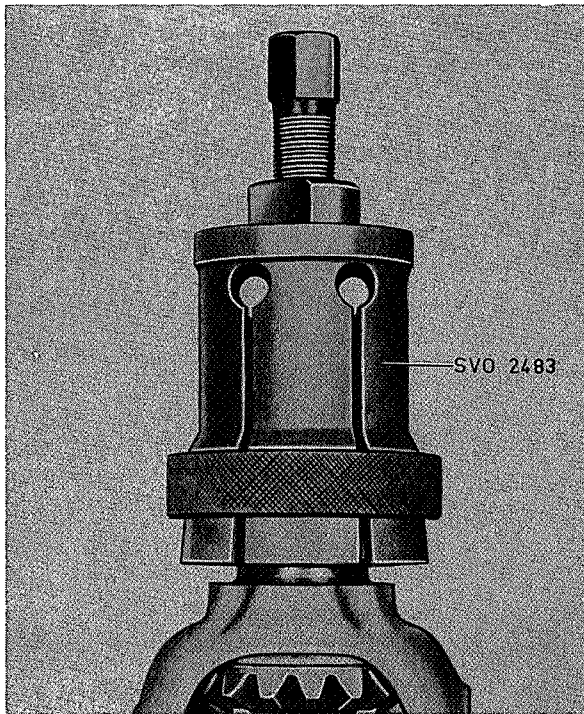

Fig. 4-100. Demontage van de lagers van het differentieelhuis
3. Trek de lagers van het differentieelhuis af met trekker SVO 2483, zie Fig. 4-100. Let op de shims.